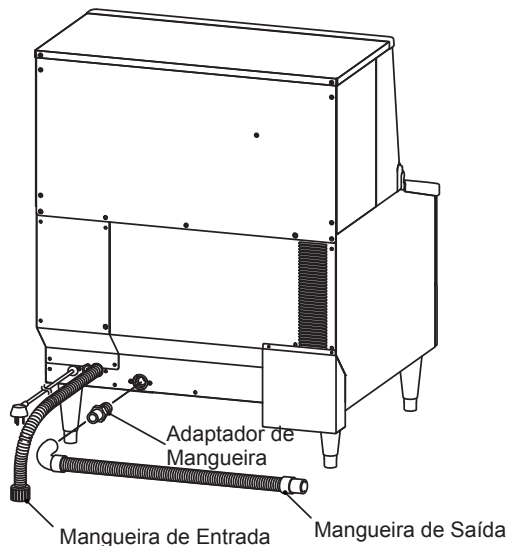

Fig. 3
- 2) Enrolar fita de Teflon em torno da conexão do adaptador de mangueira, e enroscar o mesmo na saída de dreno da máquina de gelo. Apertar à mão a mangueira de saída flexível cinza (acessório) no adaptador de mangueira, como se vê na (Fig. 3). O tubo pode ser cortado no tamanho certo conforme a necessidade, para atender à posição do dreno principal. Para evitar vazamentos de água, prender a mangueira de saída à saída do dreno usando uma abraçadeira.